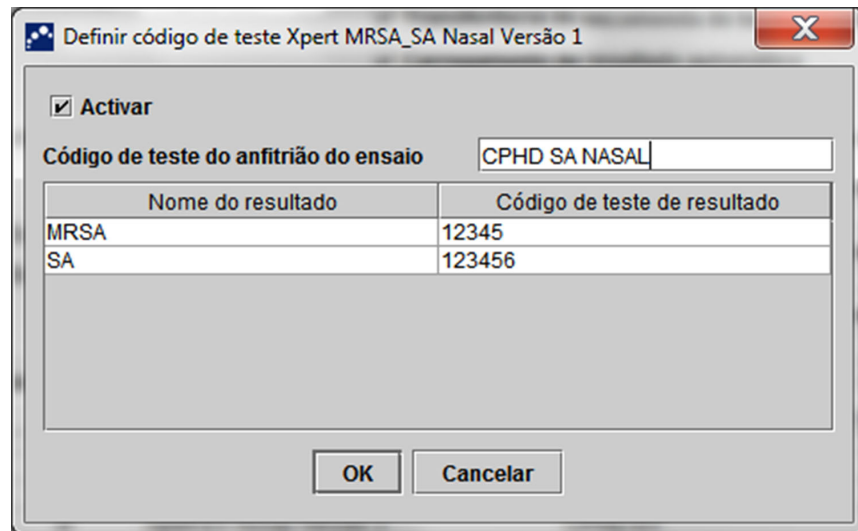

Figura 2-84. Caixa de diálogo Definir código de teste para um ensaio de vários resultados
1. Na secção da tabela **Código de teste do anfitrião** da janela Definições de comunicação do anfitrião (consulte a figura 2-81), clique no botão **Editar** apropriado pretendido para alterar a definição. É apresentada a caixa de diálogo Definir código de teste. Consulte a figura 2-84.
4. Os nomes dos resultados indicados pelo ensaio são listados no campo **Nome do resultado**. Consulte a figura 2-84.
5. Introduza o código de teste de resultado no campo **Código de teste de resultado** (consulte a figura 2-84) correspondente a cada nome de resultado que pode ser indicado por este ensaio.